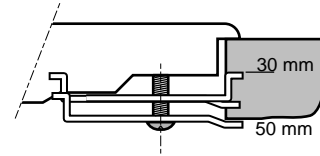

Abb. 9
- **Nur für CKB 640:** die Haltebügel montieren (siehe Abb. 9).